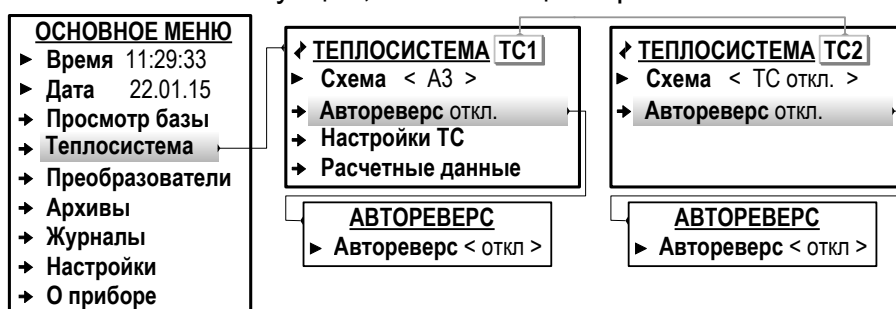

Рис.17. Вид меню при назначении схем теплоучета (режим СЕРВИС).
При организации теплоучета с использованием двух расчетных ТС функция **Автореверс** должна быть отключена (рис.17).
- 7.4.3.2. Для назначения схемы теплоучета следует в меню **Теплосистема** (рис.17) для параметра **Схема** выбрать из списка и установить обозначение требуемой схемы теплоучета. При этом произойдет инициализация ТВ. На дисплее некоторое время будет отображаться надпись **ВЫПОЛНЯЕТСЯ НАСТРОЙКА СХЕМЫ** и индикатор прогресса. В ТВ будет программно сконфигурирована расчетная теплосистема с соответствующими алгоритмами расчета тепла и массы. Также будут автоматически настроены критерии и реакции для обработки отказов и нештатных ситуаций, возникающих в расчетной теплосистеме.